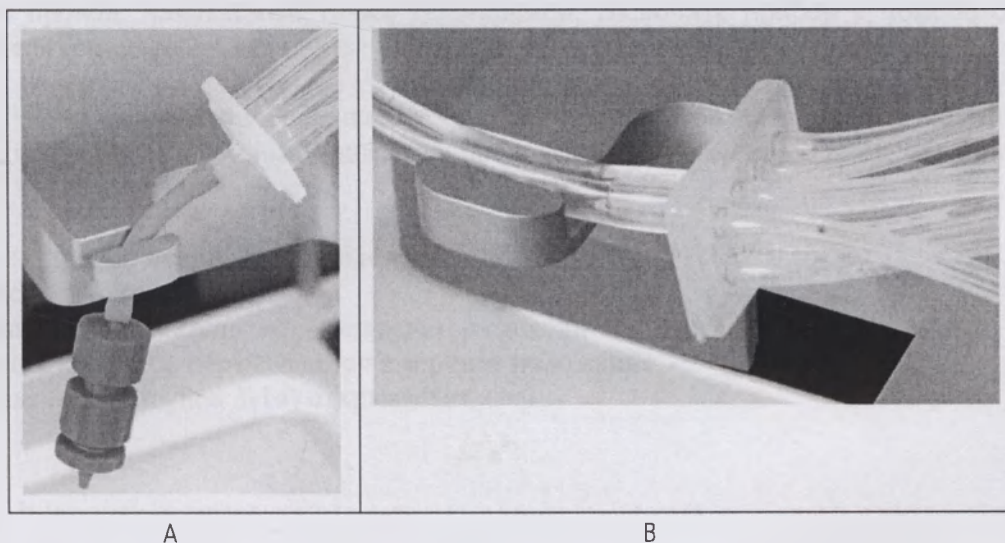

Рисунок 3-12. Изображение коллектора крупным планом
3. Удалите красную транспортную заглушку коллектора (рисунок 3-12 А).
4. Соедините трубку резервуара для реагента, расположенную на верху флакона, с коллектором (рисунок 3-12 В) дозирующих клапанов. Достаточно насадить трубку на соединитель коллекторной трубки только наполовину. И, наконец, вставьте трубку в паз, предназначенный для нее (рисунок 3-13).